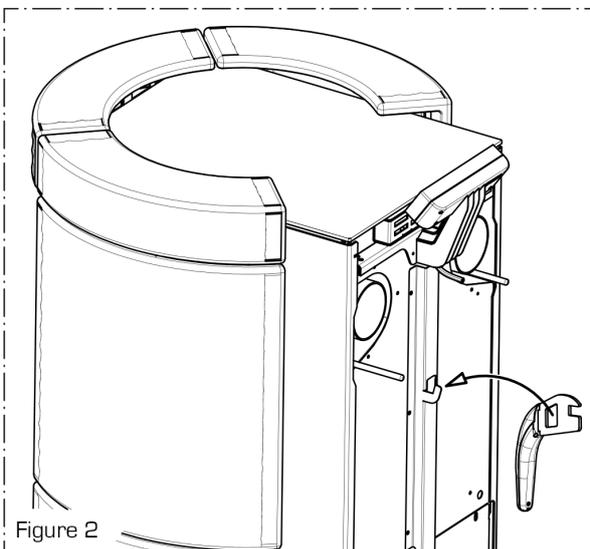

Figure 2
- Tirer et relâcher 4 à 5 fois la tige de nettoyage de l'échangeur (Figure 2).